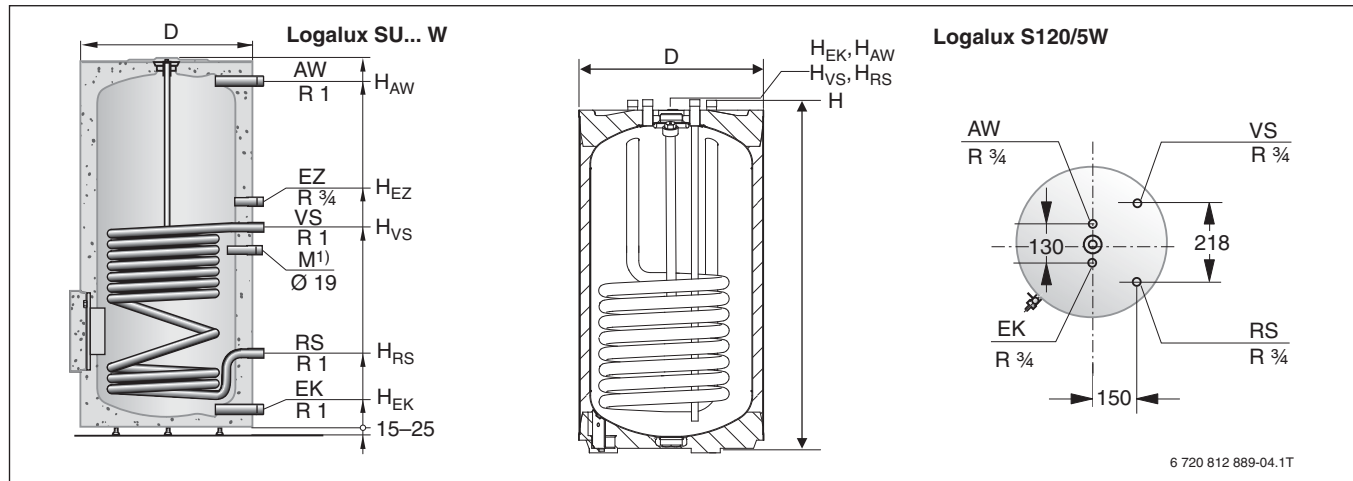

Bild 14 Abmessungen und Anschlüsse Logalux S120/5W und SU... W (Maße in mm)
- 1) Anschlüsse an der Rückseite des Speichers (→ Bild 14, Seite 27); Erforderlicher Abstand der rückseitigen Speicheranschlüsse zur Wand 100 mm